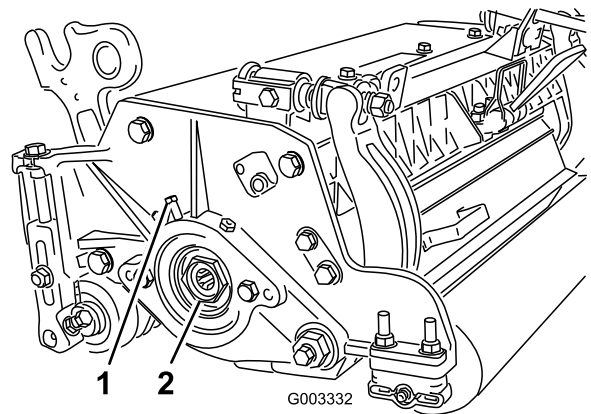

图25
- A. 松开将轴承调节螺母固定至滚刀组左侧轴承座上的外部固定螺丝（图25）。